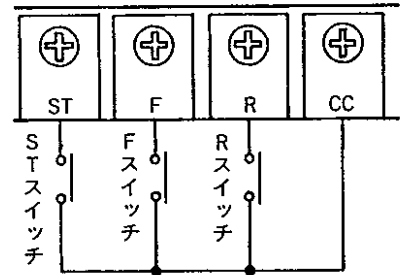

図3-10 正逆運転スイッチの取付
2) 図3-10に示すように、制御回路端子台に「スイッチ」を取付けます。
- 5) 図3-10の(イ)に示すように、「正転」します。